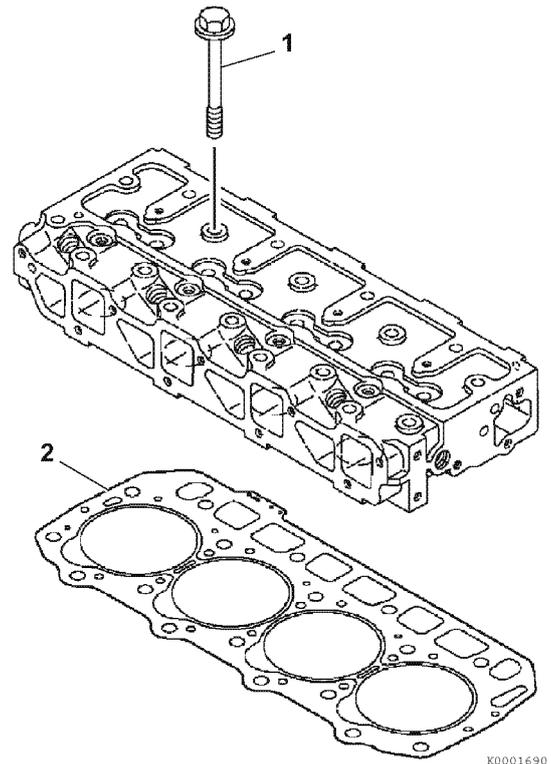

Figure 6-35
Graissez légèrement les boulons de culasse (1, **Figure 6-35**). Serrez les boulons au couple de serrage prescrit en deux étapes, comme indiqué dans le tableau ci-dessous. Serrez dans l'ordre indiqué à (**Figure 6-36**). Voir *Tableau de couples spéciaux* à la page 6-15 pour les spécifications.
1. Nettoyez soigneusement la surface de combustion de la culasse et la surface supérieure du bloc-cylindres. Puis placez un nouveau joint de culasse (2, **Figure 6-35**) sur le bloc-cylindres.
Suivez les étapes ci-dessous pour serrer les boulons de culasse (1, **Figure 6-35**).